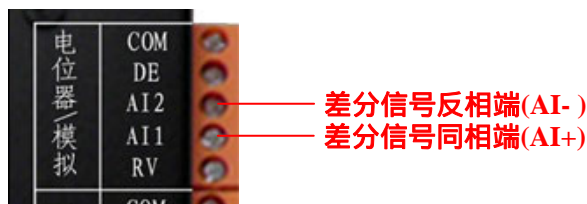

图 2.26 差分信号接线方法
-5V~+5V差分信号调速(如何配置调速方式见2.1.4小节)的接法如图 2.26所示。其中，DE为使能信号，可接，也可不接；DE与COM接一起时，电机停转。AI1 和AI2 分别为-5V~+5V差分模拟信号同相端和反相端，用于电机调速；当AI1-AI2>0 时，电机正转；当AI1-AI2<0 时，电机反转；当AI1=AI2 时，电机停转。